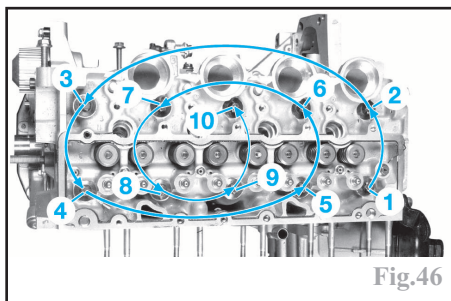

Fig.46
-les pions butée de bride d'injecteurs (4) en prenant soin de repérer leurs positions pour la repose.
-les vis de culasse dans l'ordre indiqué (Fig.46).